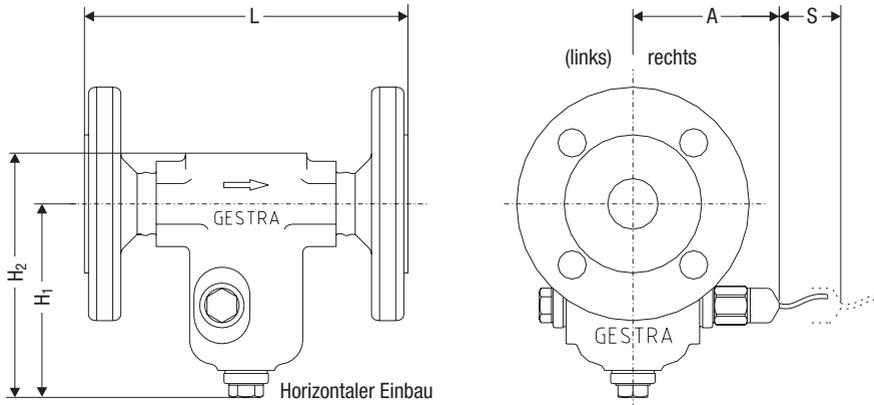
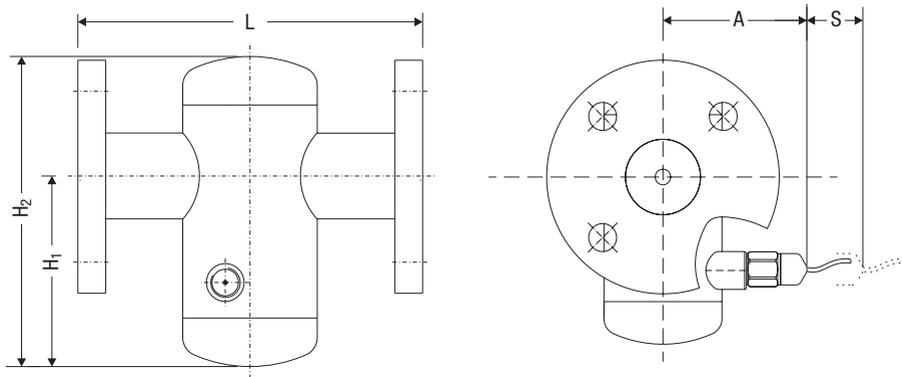

Fig. 7
Fig. 8
Die Prüfkammer darf nur in einer waagerechten Rohrleitung eingebaut werden. Einbau siehe **Fig. 7** und **Fig. 8**.
3. Servicemaß berücksichtigen. Wenn die Prüfkammer fest eingebaut ist, wird zum Ausbau der Messelektrode ein Freimaß (siehe Tabelle zu **Fig. 7** und **Fig. 8**) benötigt!